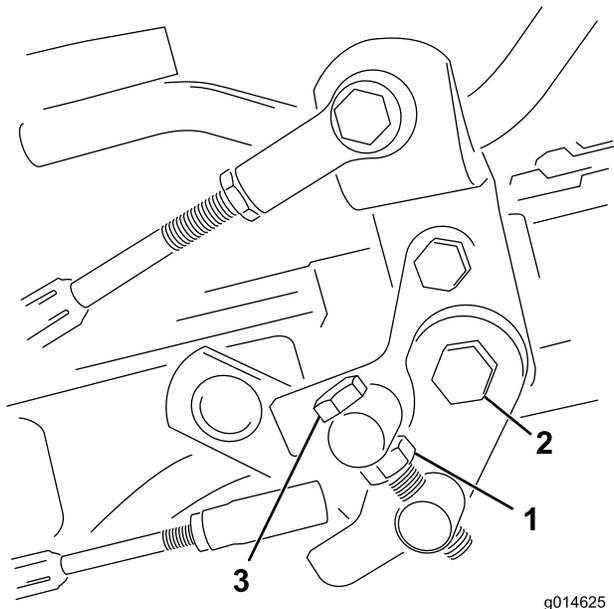

Рисунок 51
1. Ослабьте контргайку на болте муфты (Рисунок 51).
4. Затяните зажимную гайку на болте муфты и гайку на шарнире педали для фиксации регулировки (Рисунок 51). Проверьте регулировку и при необходимости повторите ее.